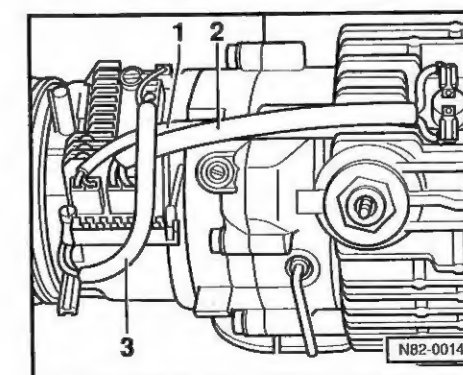

Fig. 5 Passage des câbles dans l'appareil de chauffage: contrôle
- Veiller au passage correct des câbles lors de l'assemblage ⇒ fig. 5
- Lors de l'assemblage, veiller au passage correct des câbles ⇒ fig. 5